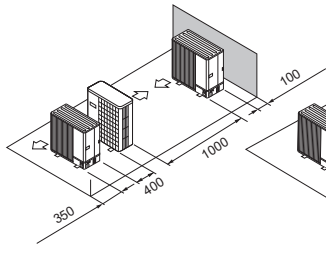

Fig. 2-19
- (5) Disposición en paralelo de unidades simples (Fig. 2-19)